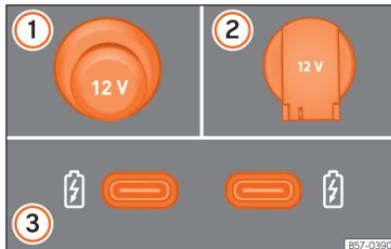

Fig. 154 Tomadas de corrente de 12 Volts do veículo
»» Fig. 154
Em função do equipamento e do país, o veículo pode dispor também de conectores USB com função exclusivamente de carga ou tomada de corrente »» Fig. 154 ③.